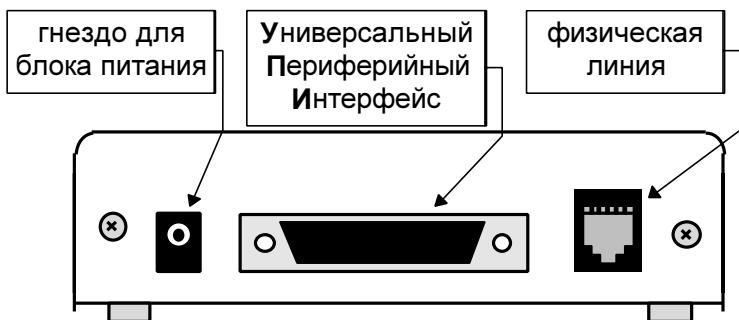

Рис. 10. Задняя стенка модема
На задней стенке модема расположены разъёмы для подключения интерфейсного кабеля, физической линии и блока питания. Расположение разъёмов представлено ниже (Рис. 10). Назначение контактов разъёмов УПИ модема и физической линии см. Приложение 1 и Приложение 3 соответственно.
3. Подключить и закрепить фиксирующими винтами разъём интерфейсного кабеля к разъёму УПИ, расположенному на задней стенке модема (см. Рис. 10).